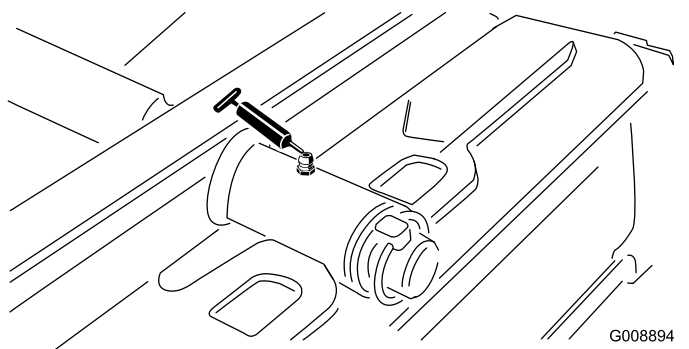

Рисунок 37
- Ось поворота заднего режущего блока (Рисунок 37)